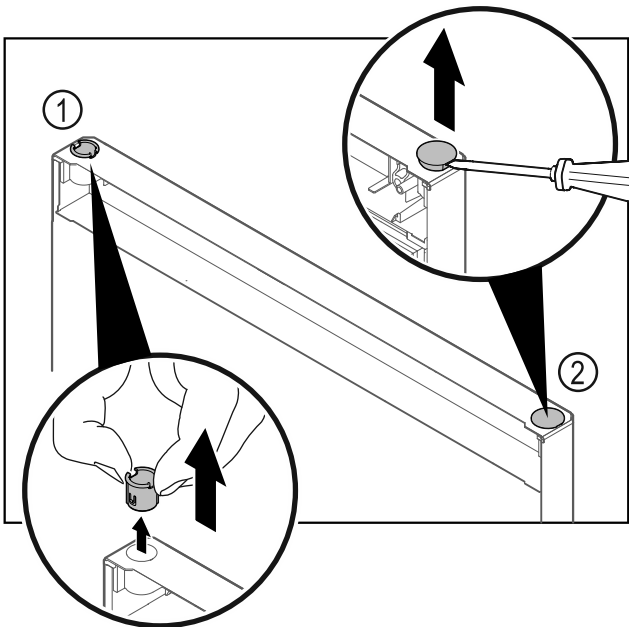

Fig. 25
- ▶ Пальцами вытяните шарнирную втулку Fig. 25 (1).
- ▶ Шлицевой отверткой осторожно подцепите и извлеките заглушку Fig. 25 (2).